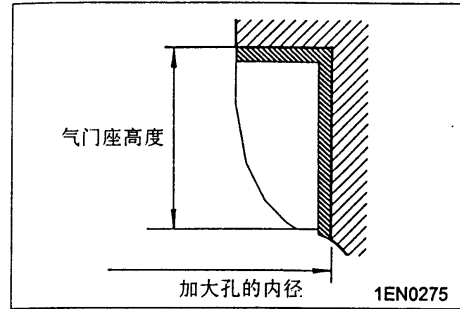

图 4-14
(2) 重镗气缸盖上的气门座, 使之与所选择的加大直径的气门座相匹配(见图 4-14)。